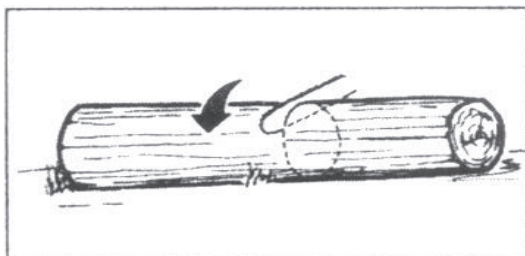

Рис.8
1. Бревно с опорой по длине: Подпилите снизу (рубка снизу), следя за тем, чтобы цепь не касалась земли (рис. 8).